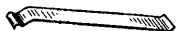

Рис. 67. Спусковая пружина
**102. Спусковая пружина** (рис. 67) служит для подачи спусковой тяги вперед и вверх. Верхним концом она надавливает на заднюю стенку спусковой тяги, а нижним крепится шпилькой в задней стенке рукоятки.